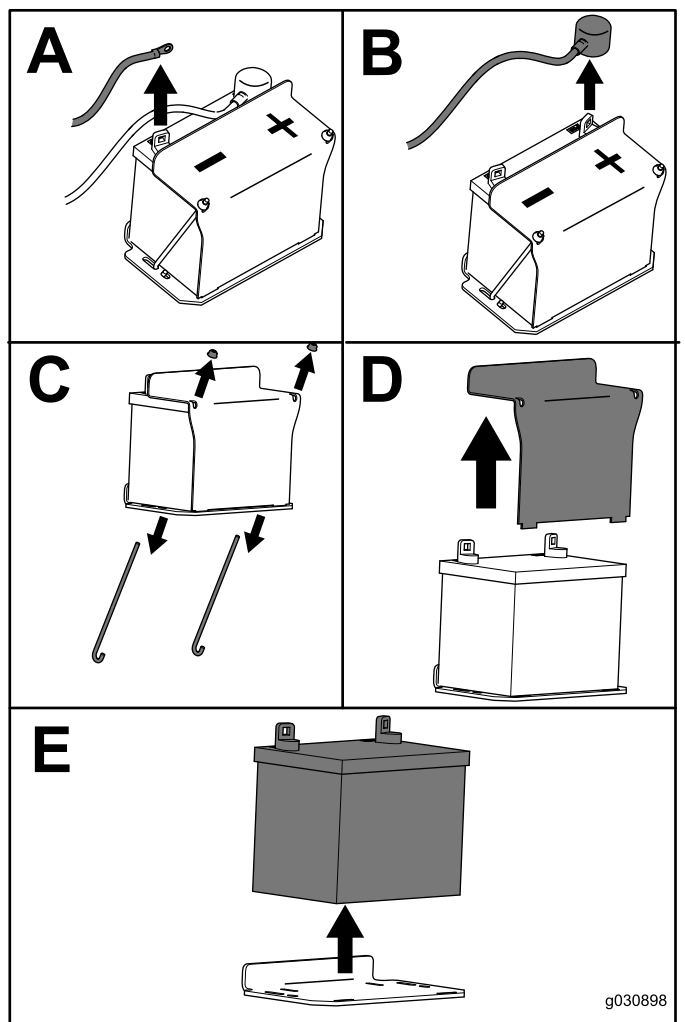

Bild 61
3. Nehmen Sie die Batterie heraus, wie in Bild 61 abgebildet.